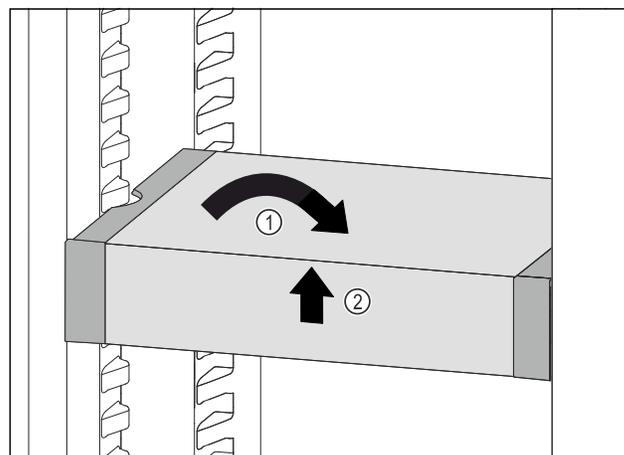

Fig. 91
► Remettre le VarioSafe droit. Fig. 91 (1)
► Soulever la partie avant du VarioSafe. Fig. 91 (2)